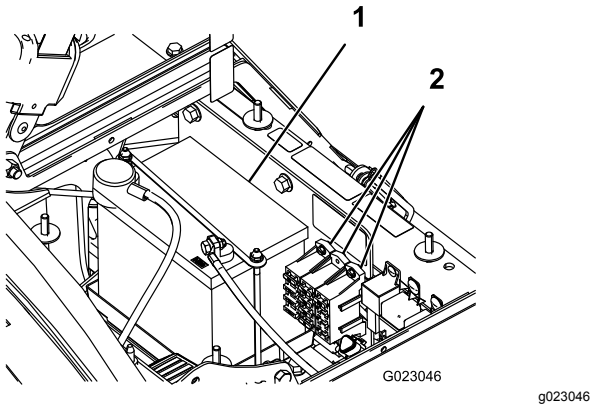

Figura 43
Hay 2 bloques de fusibles y 1 zócalo vacío en el sistema eléctrico. Se encuentran debajo del asiento (Figura 43).
2. La batería está situada en el lado derecho de la máquina, detrás de la bomba (Figura 43).
5. Retire el dispositivo de sujeción de la batería y los herrajes (Figura 43).
2. Instale el dispositivo de sujeción de la batería, fijándolo con los herrajes que retiró anteriormente (Figura 43).
4. Instale la tapa de la batería y fijela con los 2 pomos (Figura 43).
1. Afloje los pomos de los lados de la caja de la batería y retire la tapa de la batería (Figura 43).